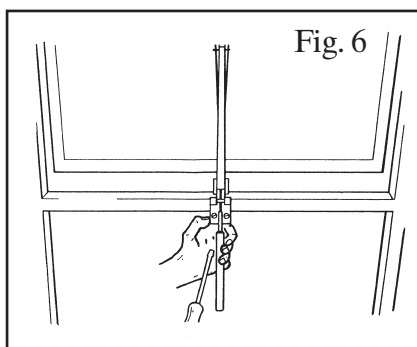

Fig. 6
3. Stecken Sie die Stempelstange (2) des Zylinders (1) in das Aluminiumrohr (4). Plazieren Sie das Loch in der Stempelstange unter dem Loch A im Aluminiumrohr und setzen den kleinen Haarnadelsplint ein (5).
4. Den Rahmenbeschlag mittig am Fensterrahmen festspannen. Siehe Abb. 6.
6. Das Fenster jetzt soweit öffnen, dass Sie den Zylinder in die Zylinderaufhängung (3) schrauben können. Achten Sie darauf, das gleichviel Gewinde auf beiden Seiten sichtbar ist.